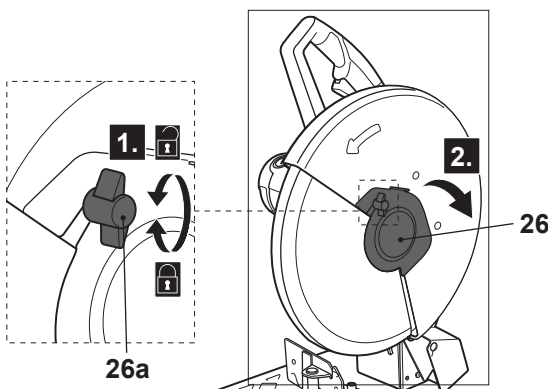

Fig. 11
- > Rode o parafuso de orelhas (26a) para a esquerda, mas não o retire. Depois, rode a cobertura (26) para deixar exposto o sistema de bloqueio (Fig. 11).
- > Insira a chave sextavada (29) no perno de bloqueio (25).
- > Rode a unidade do disco com a chave sextavada (29) até que o pino do botão de bloqueio do veio (7) possa ser pressionado para dentro num dos orifícios do flange de apoio (21), através do orifício da proteção inferior (6). Certifique-se de que o pino queda adequadamente encaixado em posição, bloqueando o veio (20).